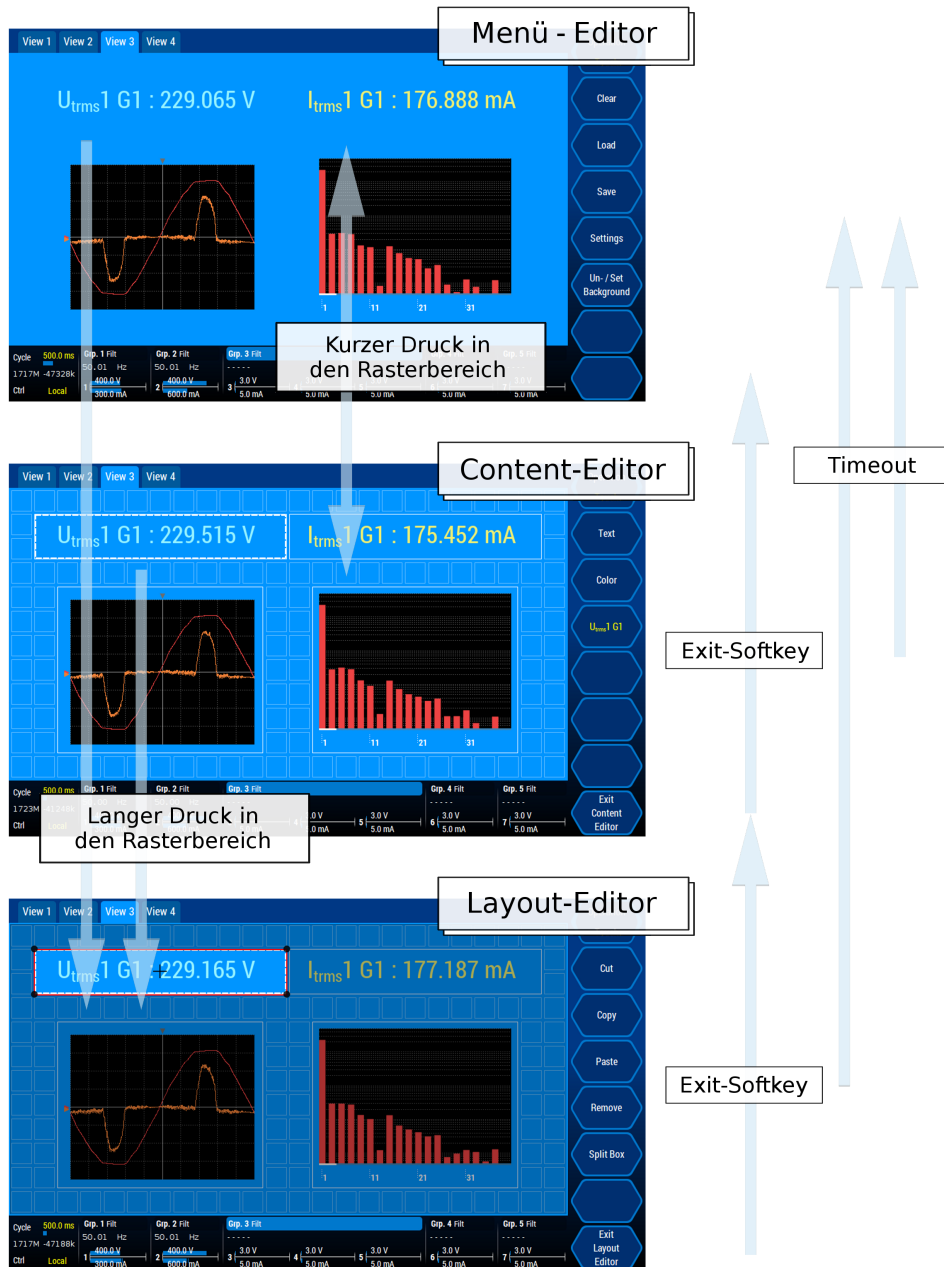

Abbildung 7.15: Die verschiedenen Editierlevel des Custom-Menüs.
Das Menü hat verschiedene Editierlevel für spezifische Aufgaben wie das Layout editieren oder neue Inhalte hinzufügen. Abbildung 7.15 [→169] beschreibt die Navigation zwischen diesen Leveln. Nachfolgend wird davon ausgegangen, dass der oberste Softkey (<**Mode**>) auf „Edit“ eingestellt ist. Dies ist die Einstellung bei der das Menü editiert werden kann. Bei Umschaltung auf „View“ wird in den Ansichtsmodus umgeschaltet. Dieser erlaubt eine sichere Benutzung des Menüs und versehentliche Veränderungen werden vermieden.
- Der **Menüeditor** (Siehe Abbildung 7.15 [→169] oben). Hier ist das Gitter nicht sichtbar. Die Softkeys bieten das gesamte Menü beeinflussende Funktionen an; z.B. Laden, Speichern und Hintergrundbild setzen.
- Ein kurzer Druck aktiviert den **Inhaltsektor** (Siehe Abbildung 7.15 [→169] Mitte). Hier wird das Raster mit allen definierten Zellen samt Inhalt angezeigt. Ein kurzer Druck auf die aktuell
- Ein langer Druck auf das Raster (im Menüeditor oder im Inhaltseditor) aktiviert den **Layouteditor**. Dieser erlaubt es, das Layout oder den Inhalt zu bearbeiten (Siehe Abbildung 7.15 [→169] unten). Hier ist die markierte Zelle hervorgehoben und der Rest abgedunkelt. Durch Drücken im abgedunkelten Bereich kann jede Zelle hervorgehoben werden, um mit ihr zu arbeiten. Auf diesem Level bieten die Softkeys Funktionen an, um Inhalte zu entfernen (**<Remove>**) und innerhalb dieses Menüs zu kopieren (**<Copy>**), auszuschneiden (**<Cut>**) und einzufügen (**<Paste>**). Desweiteren können große Zellen mit **<Split Cell>** entfernt werden. Nach einem Timeout von etwa 30 Sekunden wird automatisch in den Menüeditor zurück gewechselt (siehe Abbildung 7.15 [→169] oben). Mit **<Exit Layout Editor>** wird zum Inhaltseditor gewechselt (siehe Abbildung 7.15 [→169] mitte).